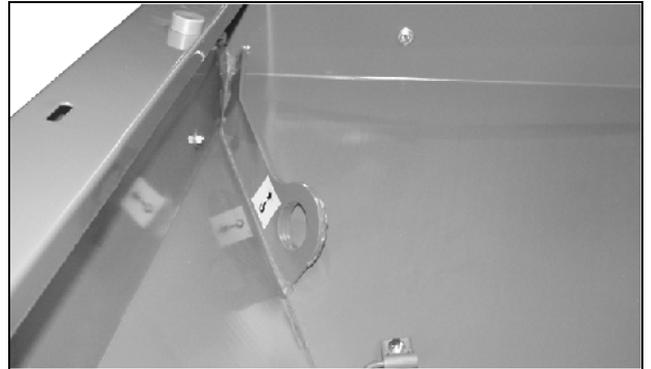

Fig. 7
- 2 points de positionnement à l'arrière dans la trémie (Fig. 7) et